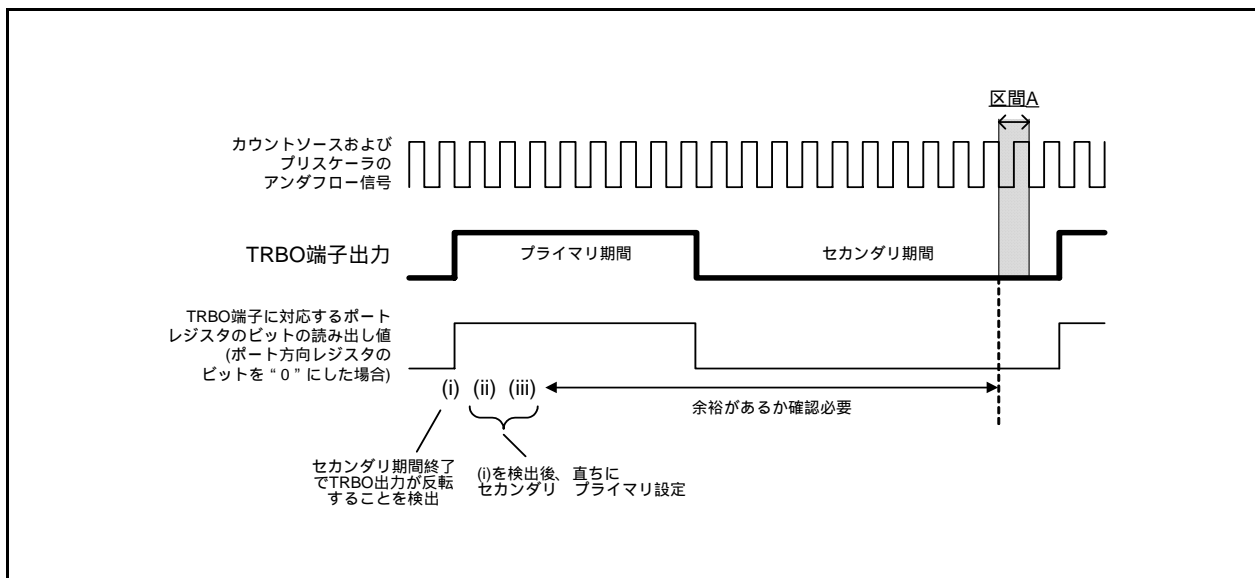

図 23.3 対策例 (b) の TRBO 端子出力値を読む例
- (1) カウント中 (TCSTFビットが“1”)にTRBPRESレジスタ、TRBPRレジスタに書き込む場合は、下記の点に注意してください。
- (2) カウント中 (TCSTFビットが“1”)にTRBSCレジスタ、TRBPRレジスタを変更する場合は、タイマRB割り込み等でTRBO出力周期に対して同期を取り、同一出力周期内で一度だけ行うようにしてください。また、図 23.2および図 23.3の区間Aで、TRBPRレジスタへの書き込みが発生しないことを確認してください。
図 23.3 に示すように TRBO 端子の出力レベルからプライマリ期間の開始を検出し、プライマリ期間の開始直後に、TRBSC レジスタ、TRBPR レジスタへ書いてください。書き込みは区間 A までに終了させてください。なお、TRBO 端子に対応するポート方向レジスタのビットを “0” (入力モード) に設定し、ポートレジスタのビットの値を読むと、読んだ値は TRBO 端子の出力値になります。